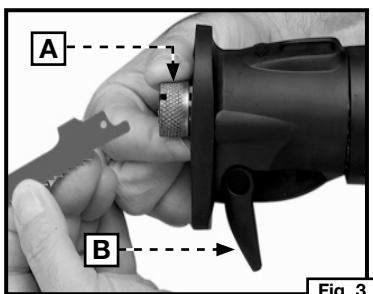

Fig. 3
**REMARQUE:** La semelle de guidage pivotante Quik-Change™ peut être enlevée temporairement pour faciliter le montage de la lame. Déverrouillez le levier de blocage (B) Fig. 3 pour enlever la semelle (voir le paragraphe « Montage et réglage de la semelle de guidage pivotante » dans ce mode d'emploi).